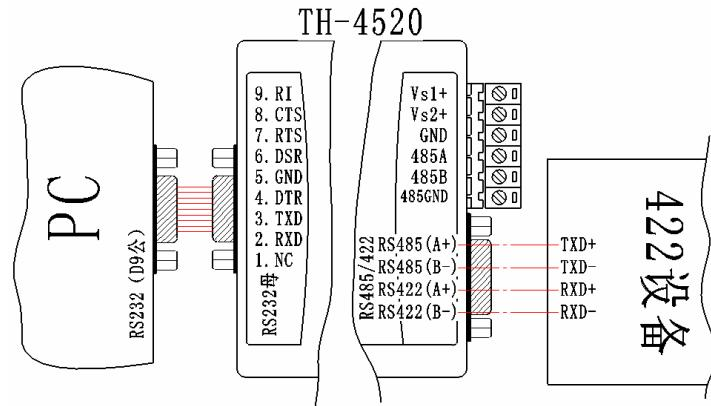

图 4
RS485/422 端六位接线端子的引脚排列如图 4
(1) 点到点/四线全双工；连接方式如图 4